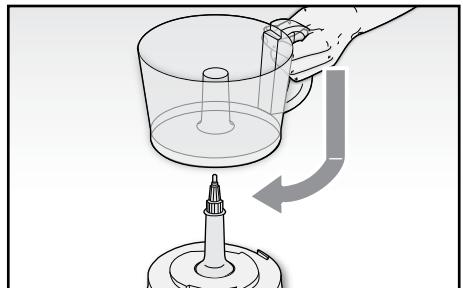

Fig. 3
- Collegare la ciotola (P) sul corpo motore (B) e bloccarla ruotandola in senso orario in modo che l'alella posta nella parte inferiore del manico si innesti perfettamente a scatto nella fessura sul corpo motore (Fig. 3).